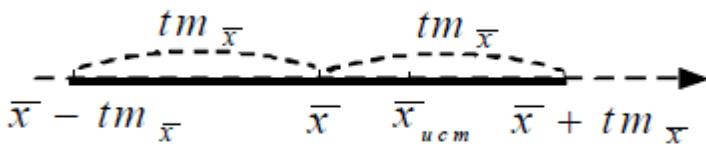

Рис.1
5. Рассчитывается полуширина доверительного интервала $t \cdot m_{\bar{x}}$, которая в обе стороны откладывается от среднего арифметического значения (на рис.1 доверительный интервал выделен жирной линией).
При заданной надежности β полуширина доверительного интервала ограничивает сверху абсолютное значение разности среднего и истинного значений (рис. 1). Поэтому *абсолютная случайная погрешность — это полуширина доверительного интервала:*